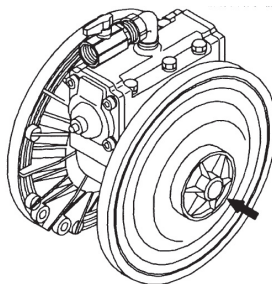

Fig 5.6
- Retire el disco central de un lado utilizando la llave PP (herramienta especial: Pieza N°CF 771868) (fig. 5.6).